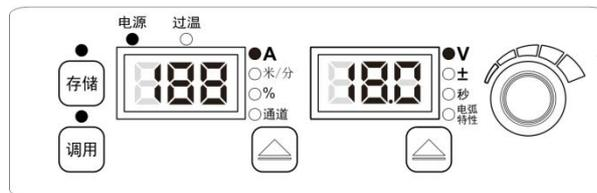

图3-18 普通锁定界面
1. 选择好焊接参数，长按**执行**键 3 秒，左边数码管提示“L”后，存储和调用指示灯同时闪烁，即进入普通锁定界面，如图 3-18 所示。